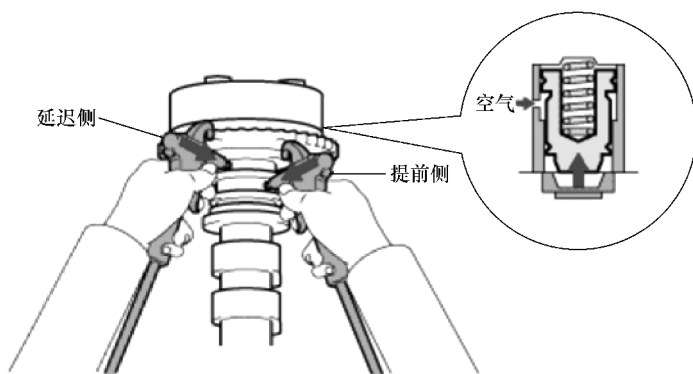

图 12-11 施加压缩空气
1) 将压缩空气同时施加在提前侧和延迟侧，如图 12-11 所示。将压缩空气同时施加到提前侧和延迟侧，可防止当锁销被释放时正时齿轮突然移动。